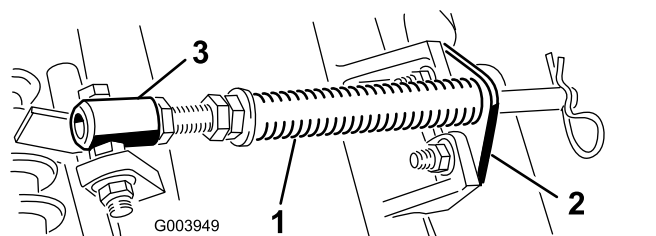

図 4
- A. カッティングユニットのタブにロッドブラケットを固定しているキャリッジボルト2本を外す **図 4**。
- B. スプリングチューブボルトをキャリアフレームのタブに固定しているフランジナットを外して **図 4** アセンブリを取り外す。
注 ボルトは、**図 4**に示すように、頭部が外側にくるように取り付ける。